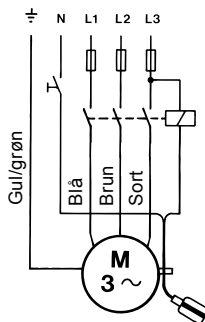

Fig. 8 Forbindelsesdiagram
**3-fasede pumper** med svømmerafbryder (Unilift KP-A) skal tilsluttes netforsyningen via en kontaktor. Se fig. 8.